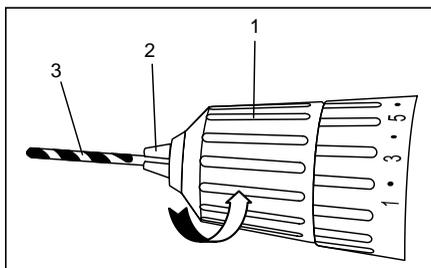

Рис.9
Поверните гильзу патрона (1) в направлении по часовой стрелке, пока губки патрона (2) не сойдутся равномерно и оснастка не будет надежно зажата (Рис. 9).